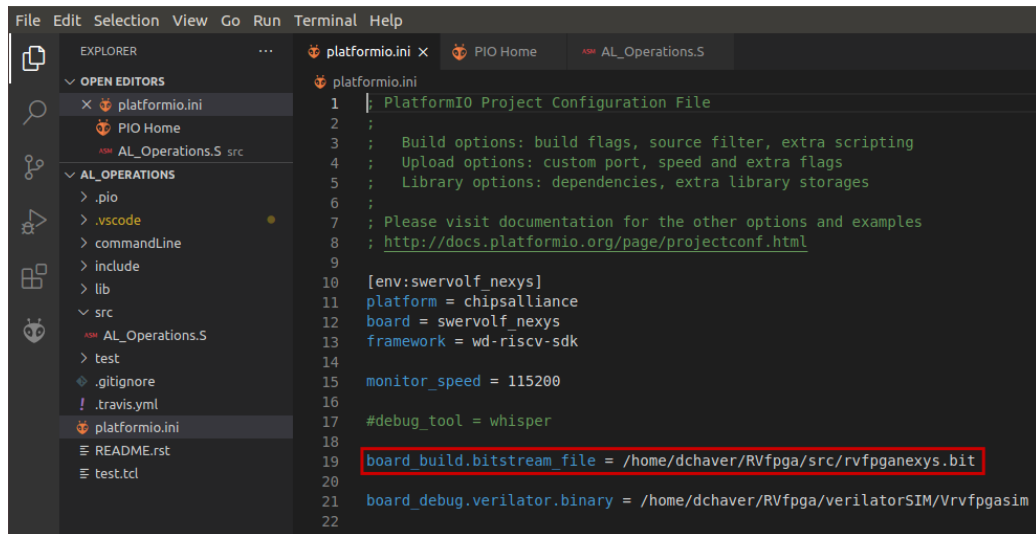

Figura 35. Ficheiro de iniciação do PlatformIO: platformio.ini
- Abra o ficheiro *platformio.ini*, clicando no *platformio.ini* na barra lateral esquerda (Figura 35). Defina o caminho para o *bitstream* de configuração do RVfpgaNexys no seu sistema, editando a seguinte linha (Figura 35). Note que é fornecido um *bitstream* pré-sintetizado do RVfpgaNexys na pasta do RVfpga em: *[RVfpgaPath]/RVfpga/src/rvfpganexys.bit*.